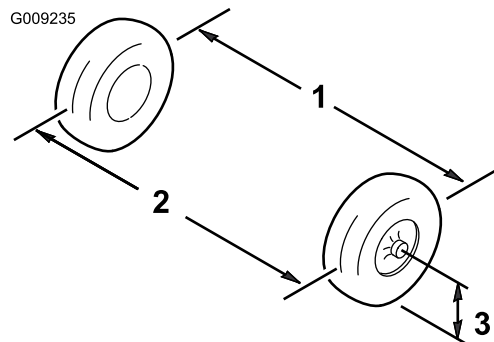

図 53
6. 前輪の前と後ろで、左右のタイヤの中央線間距離を測る計測はアクスルの高さで行う (図 53)。